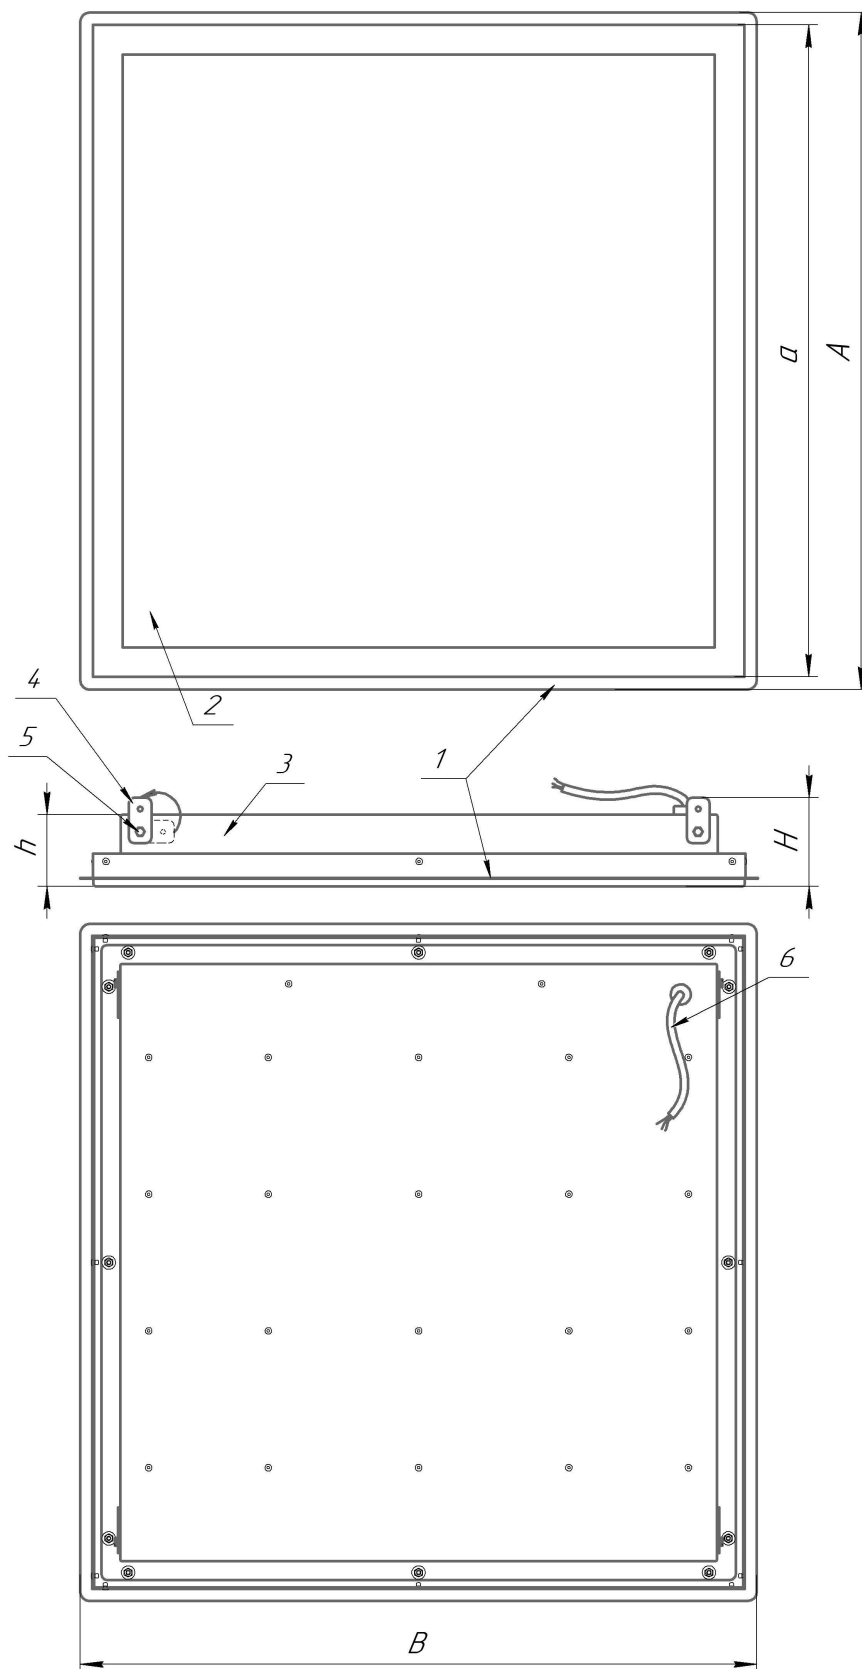
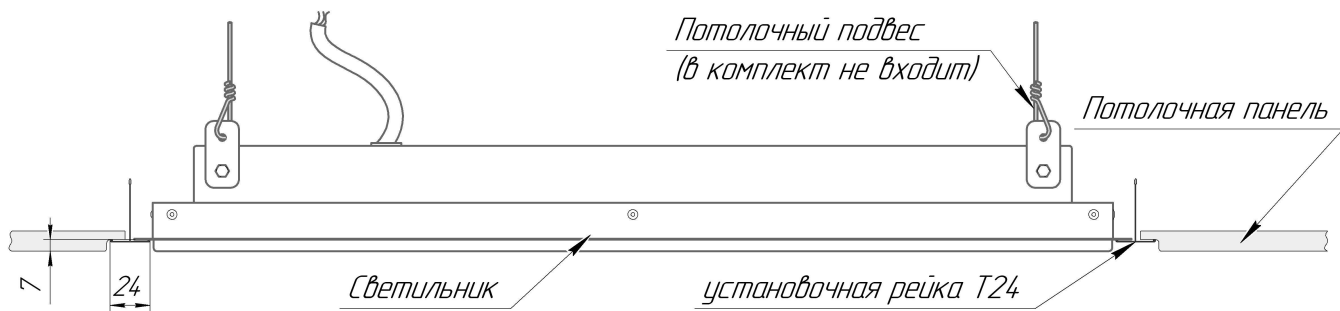

Рисунок 1 - Светильник ДВО15 TG24
Рисунок 2 - Схема установки светильника ДВО15 TG24
3.2 Светильник ДВО15 TG24 (рис. 1 приложения А) состоит из обечайки поз. 1,
5.5 Ослабьте болты поз. 5, поверните пластины подвеса поз. 4 в вертикальное положение и зафиксируйте их болтами (рис. 1). Установите светильник на потолочные рейки таким же образом, как и потолочные панели (рис. 2).
5.6 Проденьте проволочные подвесы, используемые при установке несущих реек потолка, через отверстия пластин подвеса (поз. 4 рис. 1) светильника и закрепите их на запотолочной поверхности таким же образом, как и подвесы несущих реек.